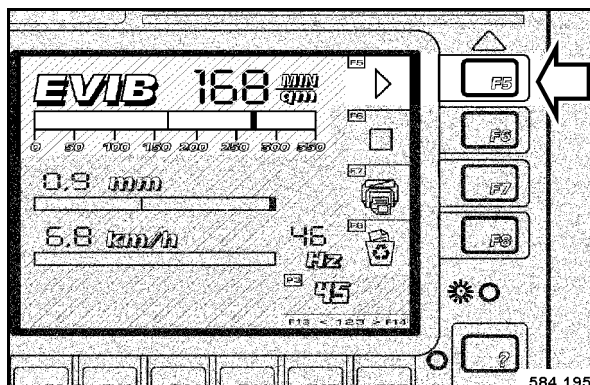

Fig. 98
- Lors de l'atteinte du repère 1, appuyer sur la touche F5 "START" (Fig. 98).